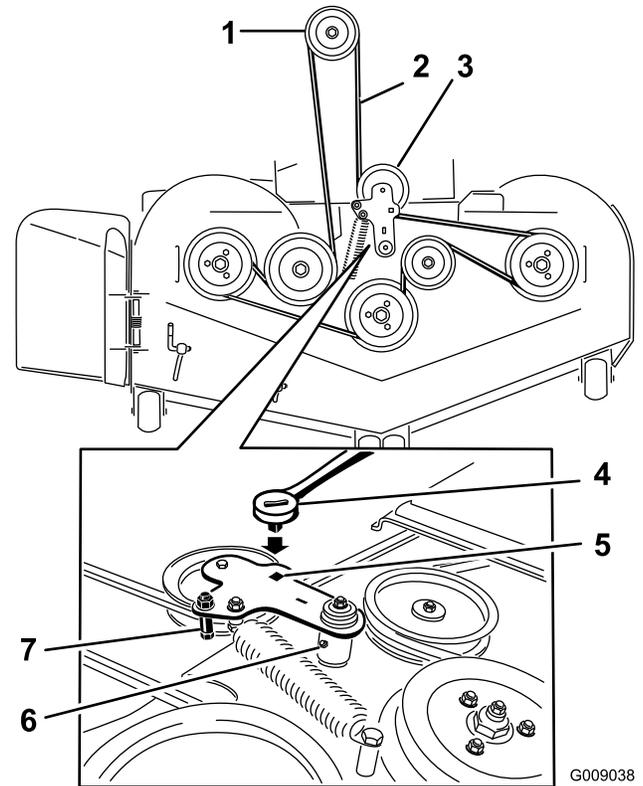

**Figure 72**
4. Retirez les couvercles de courroie (Figure 72).